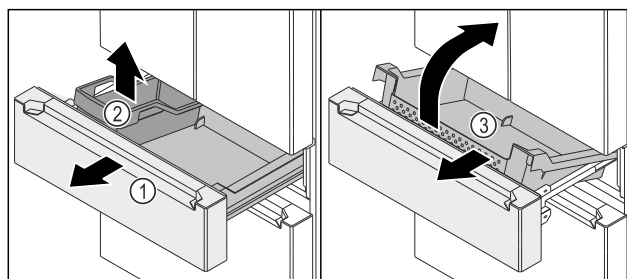

Fig. 148
- ▶ Vytiahnite vyťahovací vozík Fig. 148 (1) až na doraz.
- ▶ Vyberte FlexBox Fig. 148 (2).
- ▶ Zdvihnite nádobu Fig. 148 (3) dopredu.
- ▶ Vybertenádobu Fig. 148 (3) šikmo dopredu.